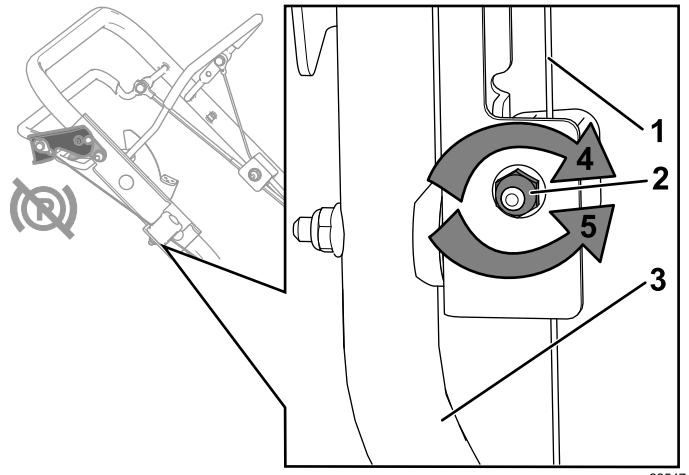

Figure 51
- Tournez l'écrou de réglage dans le sens antihoraire pour desserrer le réglage du câble (Figure 51).
- Ajustez la tension du câble (Figure 51) en tirant ou poussant la gaine, puis en la maintenant à cette position.